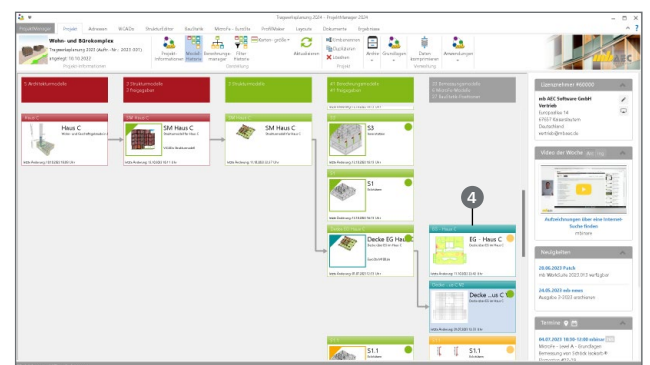

Bild 7. Alternative Bemessungsmodelle für eine Decke
Mit dem Schalter „Neu“ entstehen somit weitere Verwendungen, um z.B. Varianten zu einer bestehenden Bemessung zu erstellen. In Bild 7 sind die beiden Varianten der Geschossdecke ④ über dem Erdgeschoss zu erkennen.